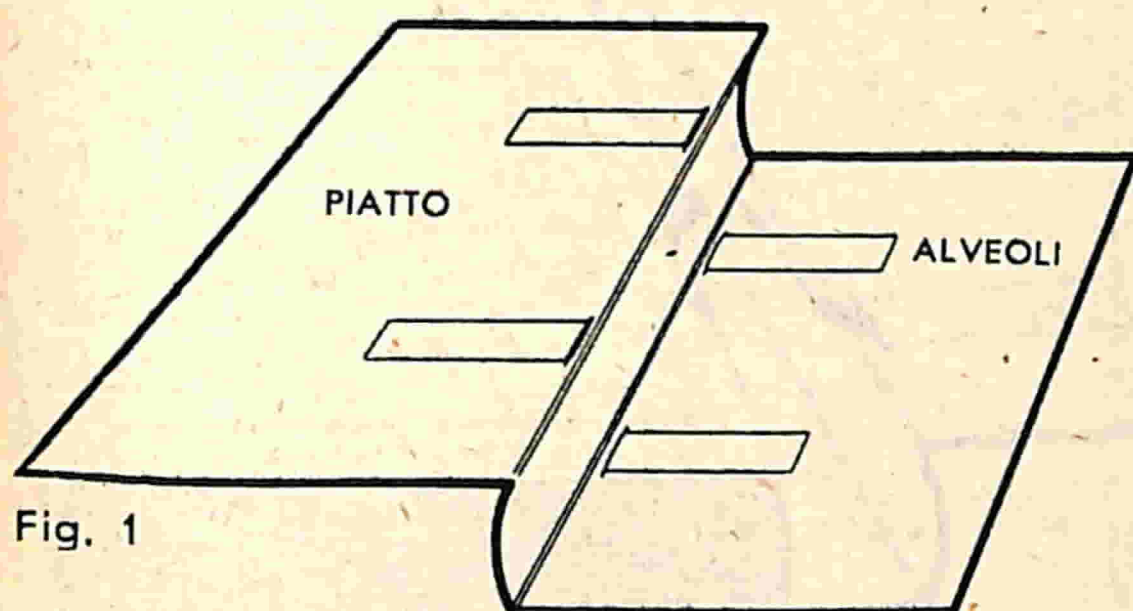

Fig. 1
— Una copertina in materiale plastico (vinyle-pelle), composta da due «piatti» rigidi e da un «dorso» flessibile; nella parte interna dei due «piatti» sono previsti quattro «alveoli» di scorrimento (fig. 1);
a) Controllare col misuratore-dima la posizione degli «alveoli» nei due «piatti» della copertina (fig. 1);